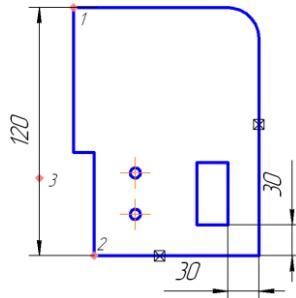

Рисунок 9 Порядок нанесения размеров
2. Укажите точки привязки размера т.1 и т.2 (точки выхода выносных линий). Затем укажите точку, определяющую положение размерной линии, т.3 рис. 9.